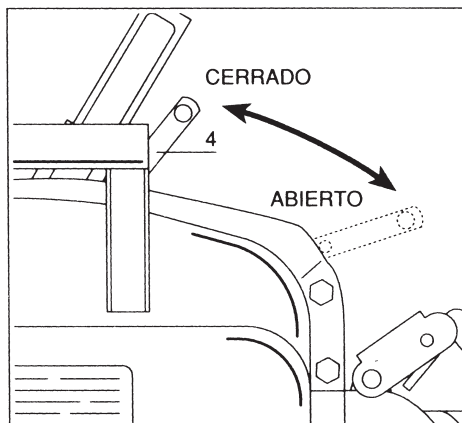

Fig.7 - T-7 y T-13. Empuñadura de desembrague
La empuñadura de desembrague tiene pues dos posiciones posibles (ver Fig. 7, 8 y 9) desembragado o embragado.
4.1. T-7 y T-13 (Fig.7)